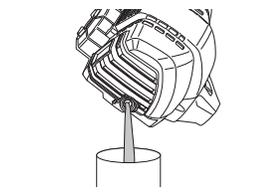

Fig. 25
2. Vierta el aceite del orificio de llenado de aceite en un recipiente inclinando la unidad hacia un lado (Fig. 25). Deje suficiente tiempo como para completar el drenaje.